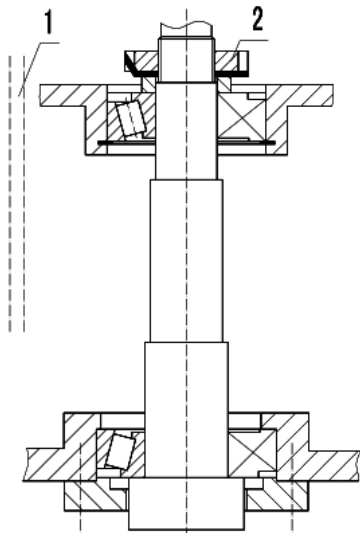

Рис. 10
Сначала снимите крышку (1, рис.10) с правой стороны колонны. Прежде всего, отогните зубья плоской стопорной шайбы под круглой гайкой, отрегулируйте круглую гайку (2), сделайте надлежащий люфт шпинделя, затем загните зубья стопорной шайбы, установите крышку (1).